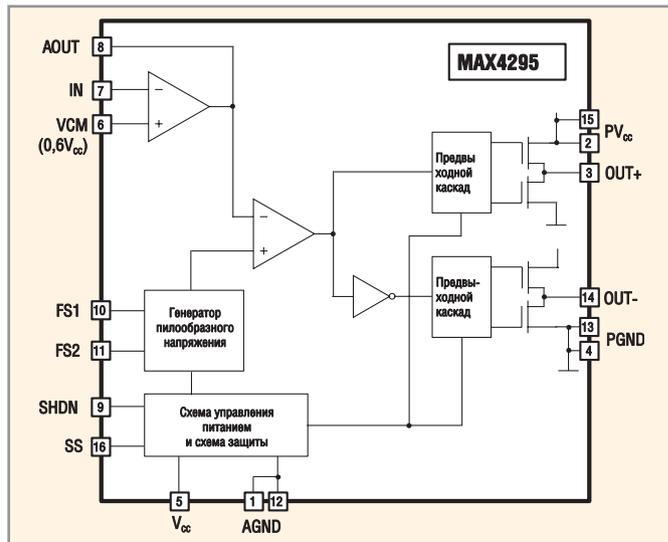

Рис. 5. Функциональная схема микросхемы MAX4295 фирмы Maxim
Микросхема MAX4295 фирмы Maxim – это высокоэкономичный монофонический УМЗЧ класса D с мостовым выходом и плавным включением и выключением. О принципах работы усилителей класса D можно прочесть в статьях [1, 2]. Микросхема имеет режим малого потребления. Она способна развивать мощность до 2 Вт на нагрузке сопротивлением 4 Ом при напряжении питания 5 В или 0,7 Вт при напряжении питания 3 В. Диапазон рабочих температур $-40...+85^{\circ}\text{C}$. Микросхема питается от одиночного источника питания 2,7...5,5 В. При выходной мощности 2 Вт и сопротивлении нагрузки (громкоговорителя) 4 Ом КПД составляет 87%. Одна из особенностей этой микросхемы – возможность программно устанавливать частоту генератора пилообразного напряжения (125, 250, 500 или 1000 кГц). Коэффициент нелинейных искажений (THD + N) не превышает 0,4% при нагрузке 4 Ом и частоте ШИМ 125 кГц. Полоса рабочих частот составляет 1,5 МГц. Микросхема изготавливается в корпусе QSOP, который имеет 16 выводов. Функциональная схема микросхемы MAX4295 показана на рис. 5. Основные параметры и расположение выводов этой микросхемы сведены в
- предварительный усилитель (верхний слева, см. рис. 5);